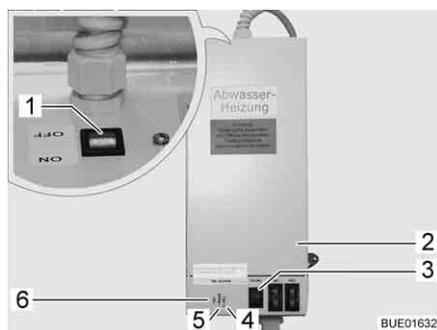

Fig. 209 Transformador con aparato regulador
Según el modelo, el transformador de 230 V AC/12 V DC (Fig. 209,2) estará instalado en el armario ropero o en el baúl del grupo de asientos.
- La luz de control (Fig. 209,5) se enciende verde: Regulador en funcionamiento.
- Las luces de control (Fig. 209,4 y 6) se encienden rojas: Las tuberías de aguas residuales se calientan.
La carcasa tiene un pulsador de prueba (Fig. 209,3) integrado con el cual se puede poner en funcionamiento brevemente el aparato regulador. Presionando el pulsador de prueba se puede comprobar el funcionamiento del calentamiento aún cuando la temperatura ambiente sobrepase los 5 °C.
- Poner el interruptor (Fig. 209,1) en el transformador (Fig. 209,2) en "ON".
- Poner el interruptor (Fig. 209,1) en el transformador (Fig. 209,2) en "OFF".